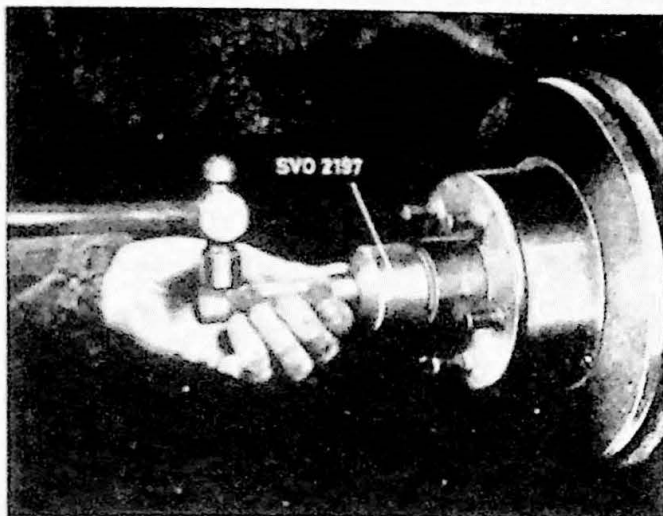

Fig. 10.7. Demontage van de vetdop.
4. Demonteer de vetdop met werktuig SVO 2197 (Fig. 10.7). Licht tikken met een hamer rondom op de dop werkt ook. Verwijder de splitpen en de kroonmoer.